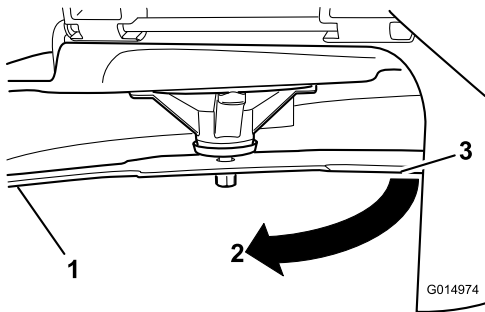

Bild 61
3. Zweiter zwischen Messer und Oberfläche (B) gemessener Abstand
4. Drehen Sie dasselbe Messer um 180 Grad, sodass die andere Schnittkante jetzt in derselben Stellung ist (**Bild 61**).